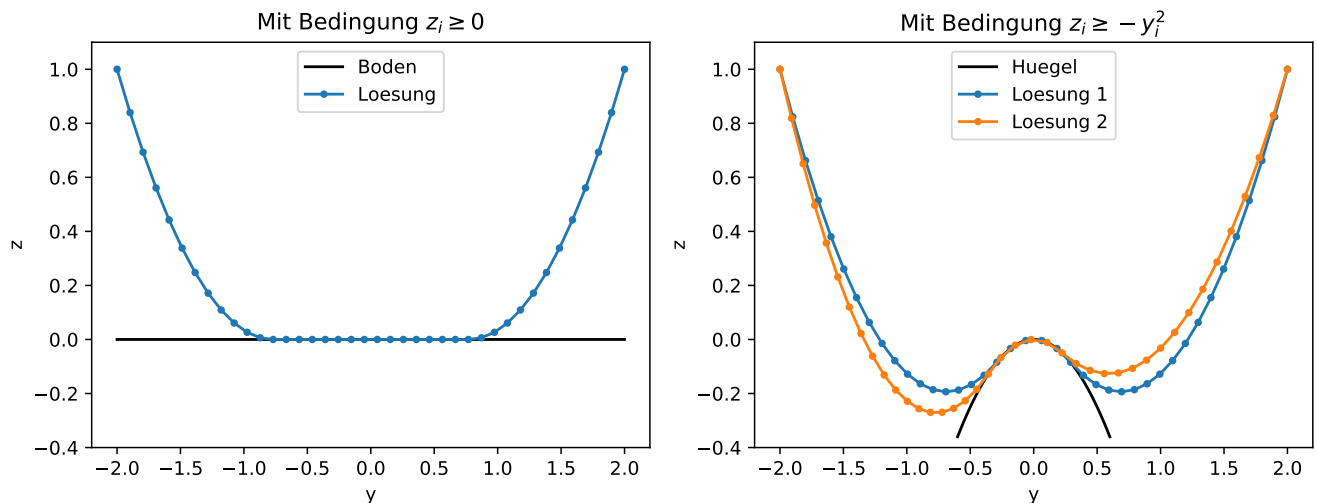

Abbildung 2 – Illustration der hängenden Kette in beiden Variationen.
Beachten sie, dass es sich bei NLP (4) um ein konvexes QP handelt (wieso?), während (5) ein nichtkonvexes NLP ist (wieso?). In `chain.py` finden Sie eine vollständige Implementierung beider Probleme hiervon. Abbildung 2 zeigt die Lösungen der beiden Variationen. Für Variation 2 sind zwei mögliche Lösungen dargestellt.